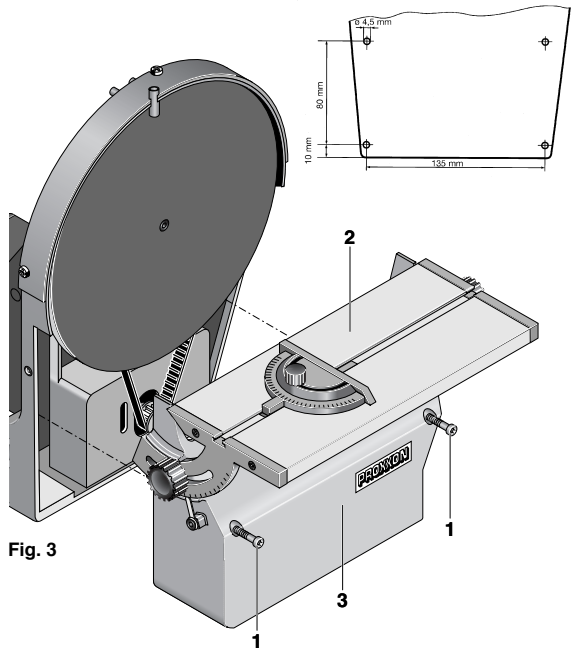

Fig. 3
6.2 Abnehmen und Anbauen des Schleiftisches (Fig. 3):